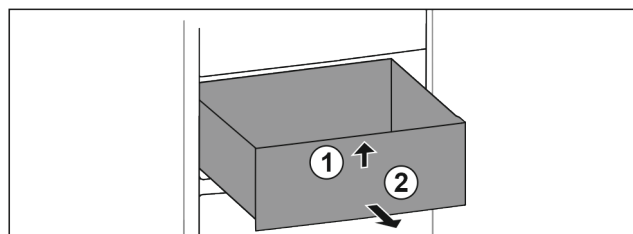

Fig. 73
- ▶ Nadzvedněte zásuvku vpředu. Fig. 73 (1)
- ▶ Vyjměte zásuvku dopředu. Fig. 73 (2)